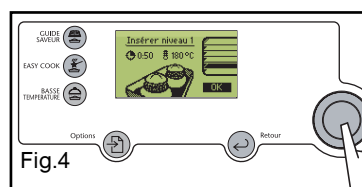

Fig.4
- Enfourez votre plat au niveau de gradin pré-conisé (de 1 en bas à 5 en haut)(fig 4).